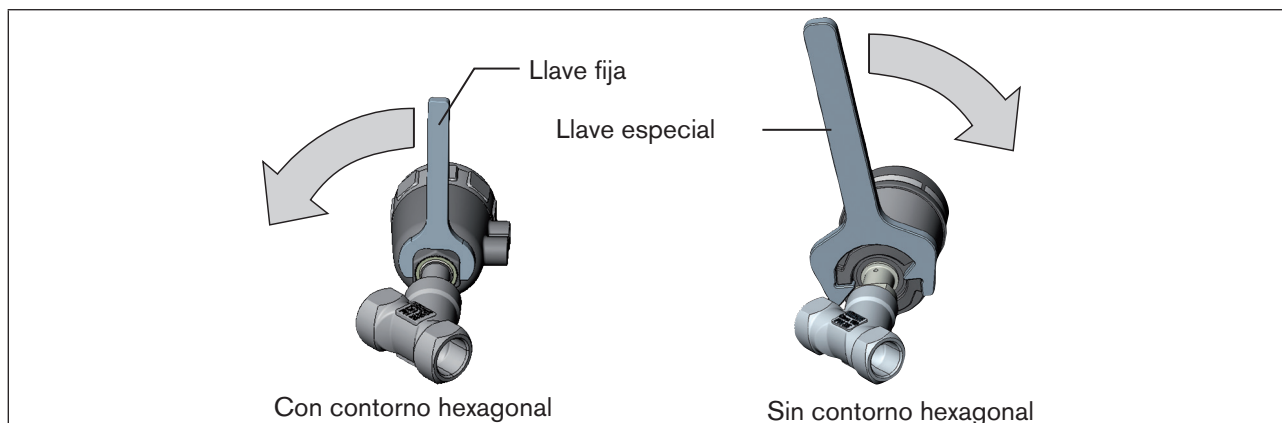

Imagen 30: Giro con una llave especial / llave fija
- Gire el módulo actuador exclusivamente en el sentido indicado (consulte «Imagen 30»).